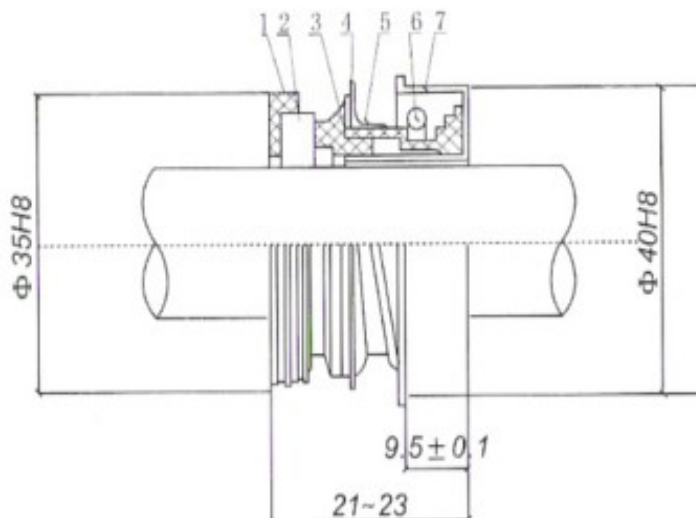

Fig. 2 – Diagrama etanseitatii masinii
- Cand schimbati garniturile pompei, asigurati-va ca ati aplicat un adeziv in locul unde se face conexiunea dintre fragmentul de otel nr 7 si carcasa pompei. Cand ati fixat nu loviti cu putere pentru a preveni ruperea in bucati.(Fig. 2)